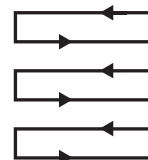

Fig. 7
- > Balayez en lignes qui se chevauchent légèrement. La configuration la plus efficace pour balayer est de balayer en lignes droites le long de l'un des côtés. Ceci permet de ne pas rater des taches (Fig. 7).